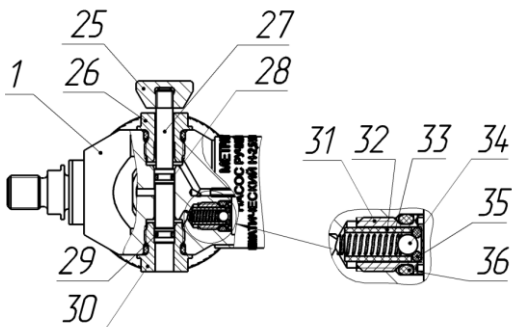

Рисунок 5 – Узел переключения режимов работы и обратный клапан насоса
- выкрутить корпус клапана (поз.31, рис.5) из корпуса насоса (поз.1);